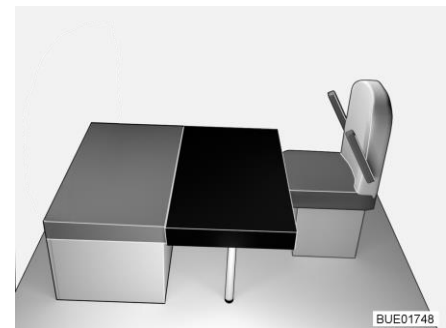

Bild 163 Nach dem Umbau
- Das rechteckige Zusatzpolster auf den Tisch legen (vor das Sitzpolster der Sitzbank, siehe Bild 163).